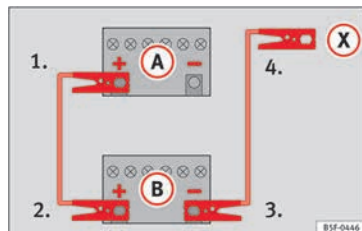

Abb. 67 Anschlussschema für Fahrzeuge ohne Start-Stopp-System.
» Abb. 67.
4. *Bei Fahrzeugen ohne Start-Stopp-System:* ein Ende des *schwarzen* Starthilfekabels an den Massepunkt **(-)** des Strom gebenden Fahrzeugs **(B)** **» Abb. 67** anklemmen.